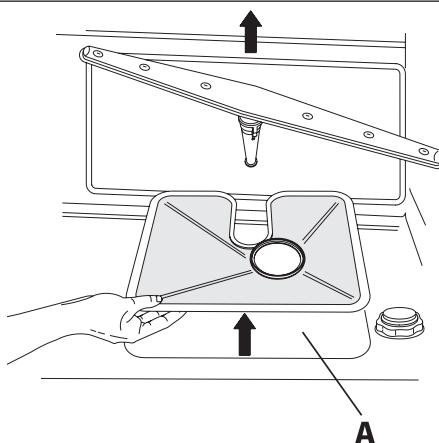

Fig. 6-06
- **Al retirar el filtro** se deberá controlar que en el mismo no hayan quedado residuos de alimentos. Posibles residuos, cayendo en el desagüe (ref. A fig. 6-06), podrían bloquear algunos componentes hidráulicos u obstruir los inyectores de las toberas de rociado.